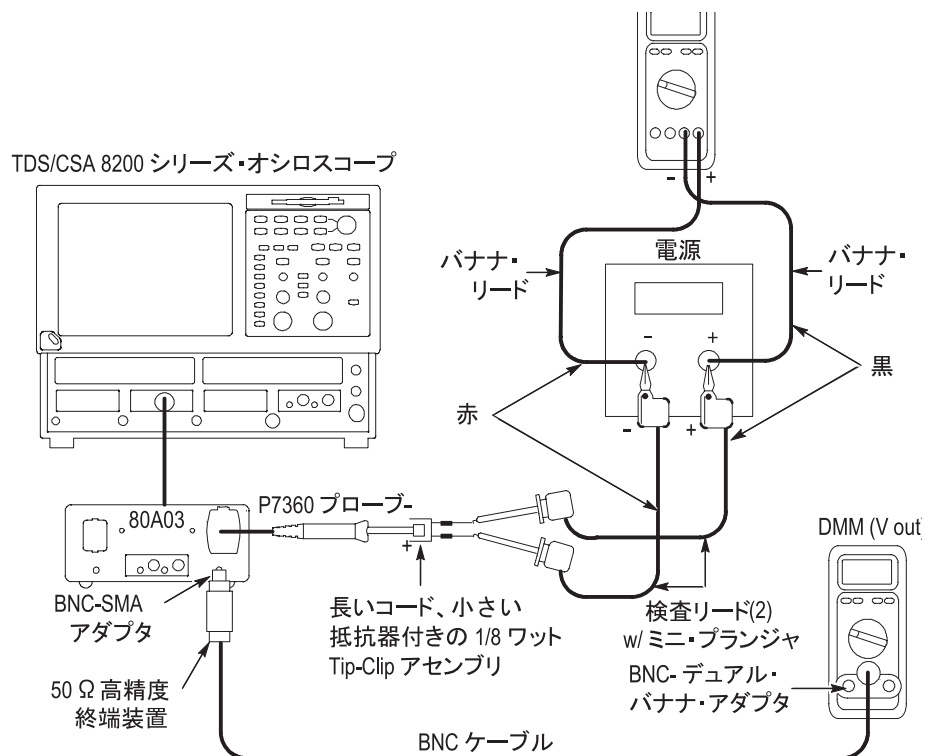

図 14 : プローブ入力に対して電源の極性を反転
6. 図 14 に示すように、電源の 2 本のバナナ・リードを入れ替えて、プローブ入力に加える電圧の極性を反転させます。